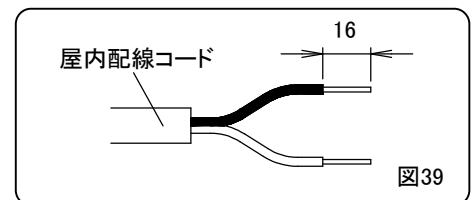

図39
- ①屋内配線コードの先端の被覆をコンセント裏面のストリップゲージ(16mm)に合わせてむいてください。(図39)